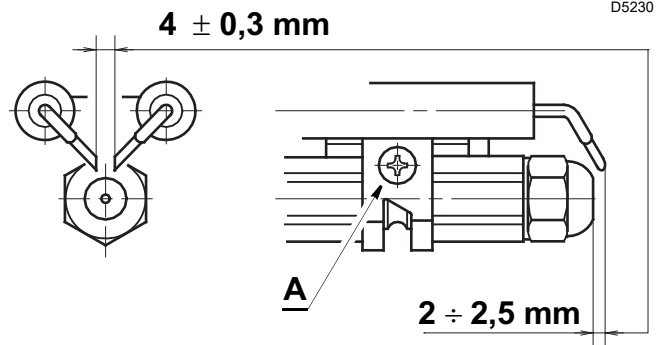

Abb. 19
Die Abstände in Abb. 19 müssen eingehalten werden.
- Den Stauscheibenhalter 5) vom Düsenstock 4) abziehen, nachdem die Befestigungsschraube gelockert wurde (A, Abb. 19 auf S. 24).